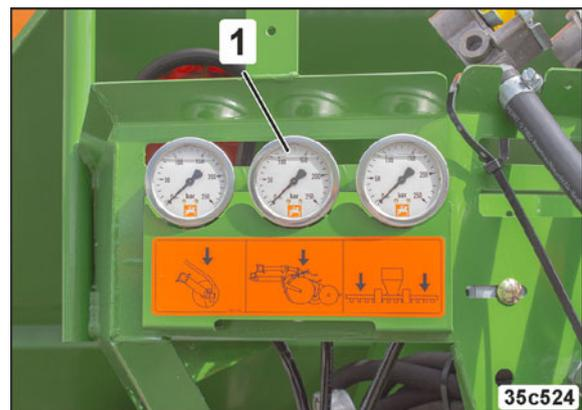

Fig. 84
- vom Traktorsitz aus am Manometer (Fig. 84/1) oder